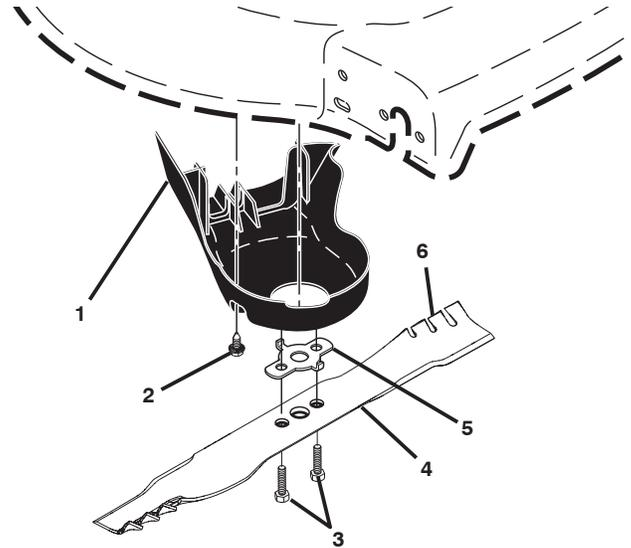

Figure 20
4. Enlevez les boulons de lame en le tournant dans le sens contraire des aiguilles d'une montre (Figure 20).
1. Installez le déflecteur de débris (Figure 20).